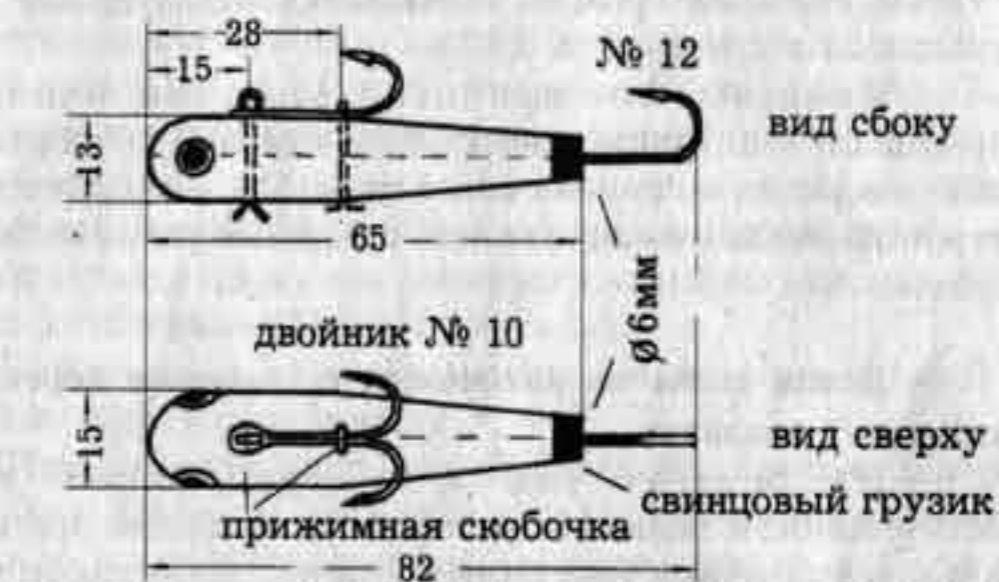

Рис. 57. Пенопластовая рыбка для поплавка с кормушкой
**Пенопластовая рыбка.** Тело рыбки в соответствии с указанными на рис. 57 размерами изготавливают из плотного